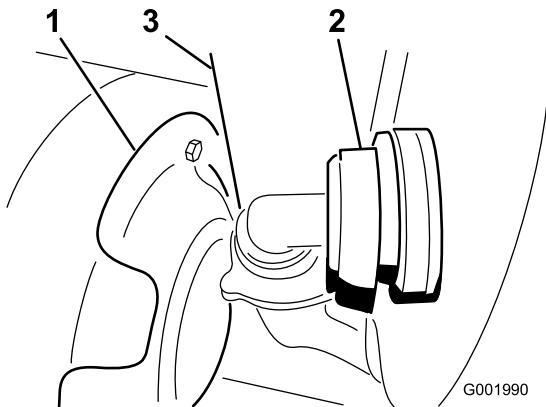

図 53
3. タンクの前壁の下にあるホースを外す(図 53)。
**注** 防熱シールド(図 53)を押しのけないとカバーが取り外せない場合があります。
7. タンク前面下のホースを接続する(図 53)。